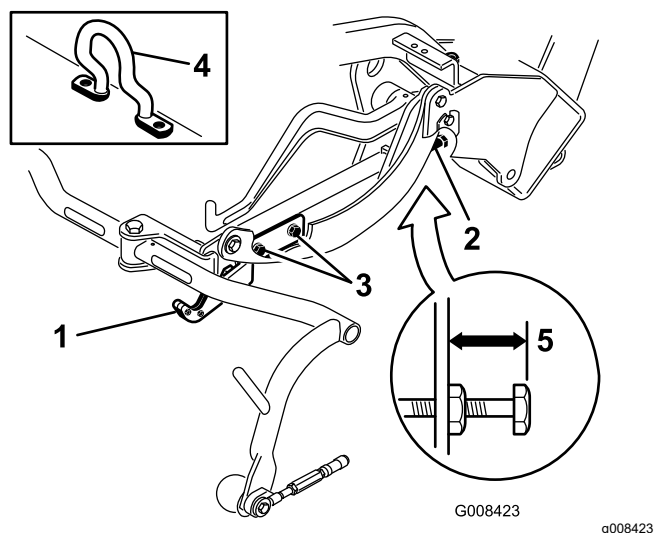
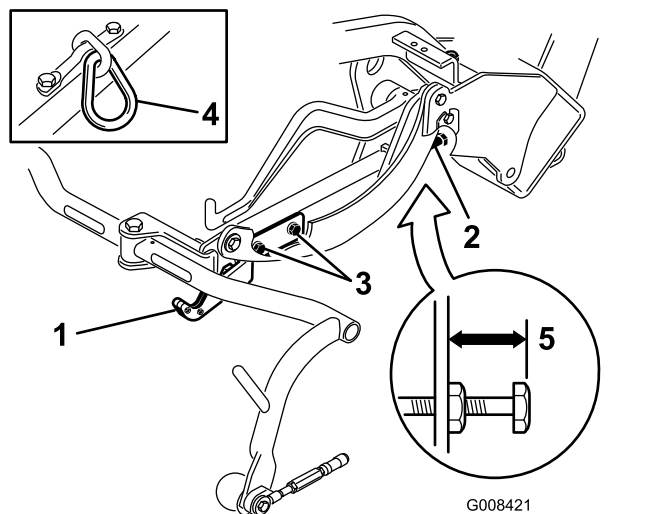
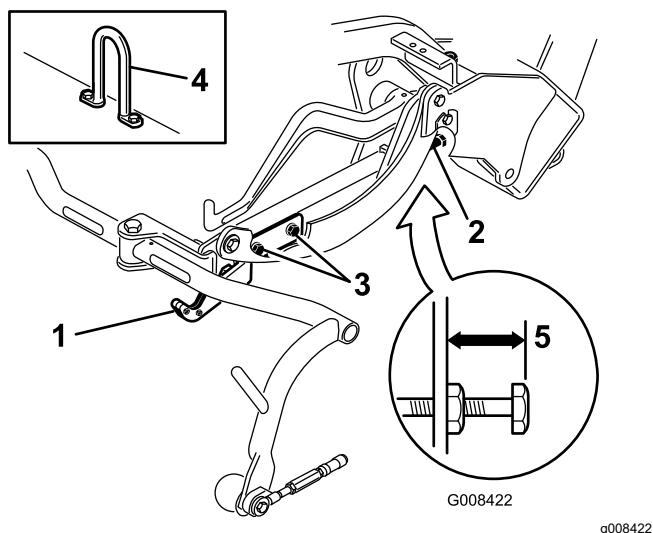

Figura 10
Figura 11
Figura 12
Verificai înălțimea de transport (Figura 11 i Figura 12) i reglai-o, dacă este necesar.
2. La unitățile de tăiere echipate cu un cârlig de ridicare decalată (Figura 10 inserie), verificai dacă distanța de la partea superioară a urubului de reglare a cadrului de susinere până la partea din spate a cadrului de susinere este de 25 mm. Dacă distanța nu este de 25 mm, treceți la pasul 4.
3. La unitățile de tăiere echipate cu o verigă de lan sau un cârlig de ridicare în linie dreaptă (Figura 11 i Figura 12 inserii), verificai dacă distanța de la partea superioară a urubului de reglare a cadrului de susinere până la partea din spate a cadrului de susinere este de 22 mm. Dacă distanța nu este de 22 mm, treceți la pasul 4. Dacă unitatea de tăiere este echipată cu o articulație de ridicare decalată (Figura 10), treceți la pasul următor.
- Slăbii uruburile de montare a plăcii de transport (Figura 11, Figura 12 i Figura 10).
- În cazul în care cadrele de susinere nu sunt la aceeași înălțime, slăbiți contrapiulița de pe urubul de reglare a cadrului de susinere (Figura 10, Figura 11 i Figura 12). Rotii urubul spre exterior pentru a ridica și spre interior pentru a coborî. Strângeți contrapiulița după ce obțineți înălțimea corespunzătoare.